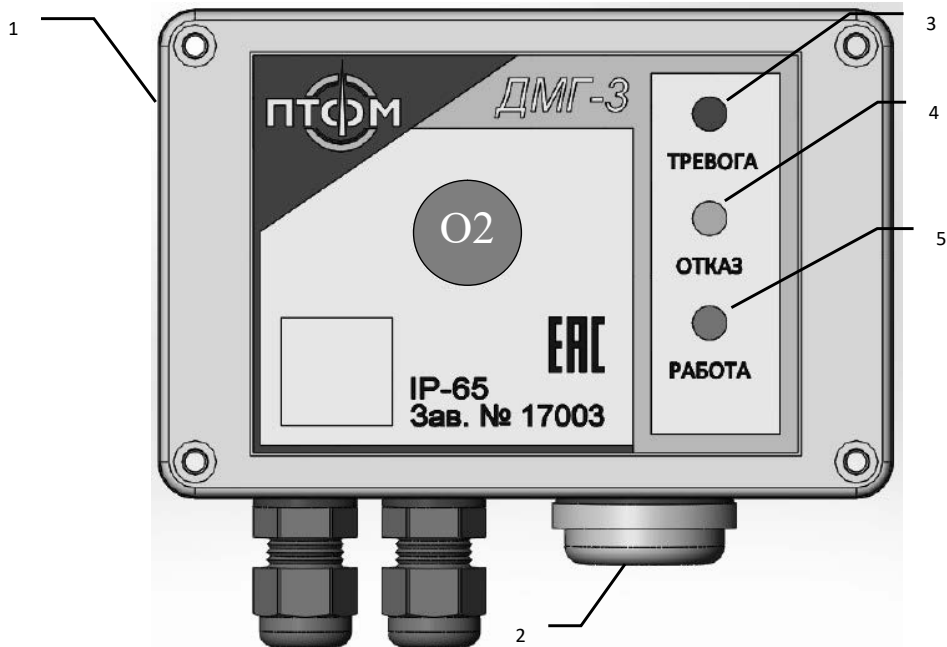

Рисунок 2 — Передняя панель детектора
На лицевой панели детектора в импульсном режиме ( $\approx 2 \text{ Гц}$ ) загорается красный светодиод «ТРЕВОГА» (рисунок 2). Через время задержки срабатывания (табл. 1.2) переключается состояние реле «ПОРОГ 1» (только для ДМГ-ЗКР) и светодиод начинает работать в непрерывном режиме. После восстановления концентрации до значения ниже 23 об д % световая сигнализация и реле переключаются в исходное состояние автоматически с нулевой задержкой по времени.
На лицевой панели детектора в импульсном режиме ( $\approx 2 \text{ Гц}$ ) загорается красный светодиод «ТРЕВОГА» (рисунок 2). Через время задержки срабатывания (табл. 1.2) переключается состояние реле «ПОРОГ 2» (только для ДМГ-ЗКР), светодиод продолжает работать в импульсном режиме. После восстановления концентрации до значения выше 18 об д % световая сигнализация и реле переключаются в исходное состояние автоматически с нулевой задержкой по времени.
- назначение светодиодных индикаторов (рисунок 2).